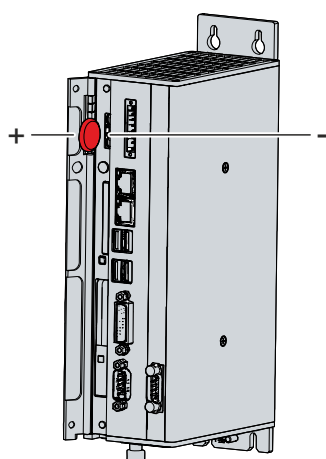

図 24: バッテリーの交換
2. 新しい電池を手で挿入してください。極性に注意してください。電池のマイナス極は、産業用PCの電源コネクタの方を向くように挿入してください (図24 参照)。